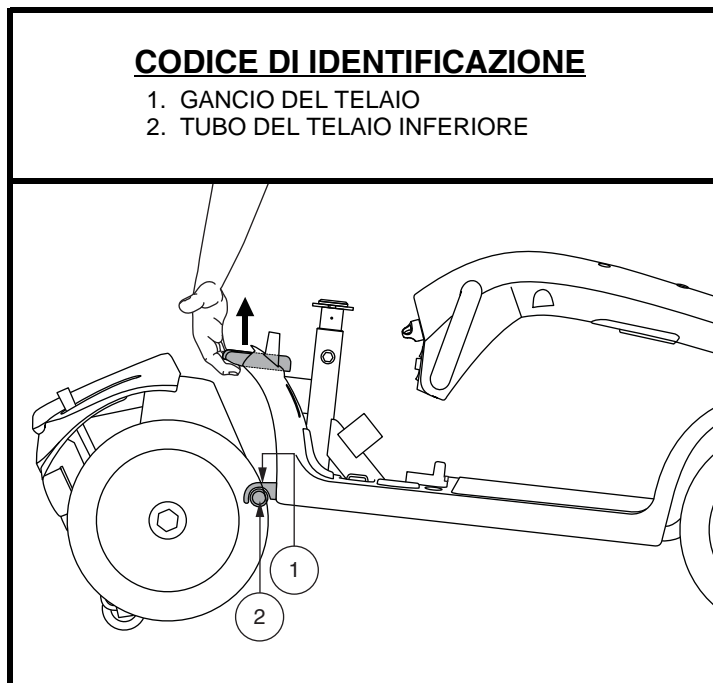

Figura 23. Leva di rilascio del telaio
Vedere figura 23.
1. Posizionare sezione posteriore e sezione anteriore dello scooter come da **figura 23**.